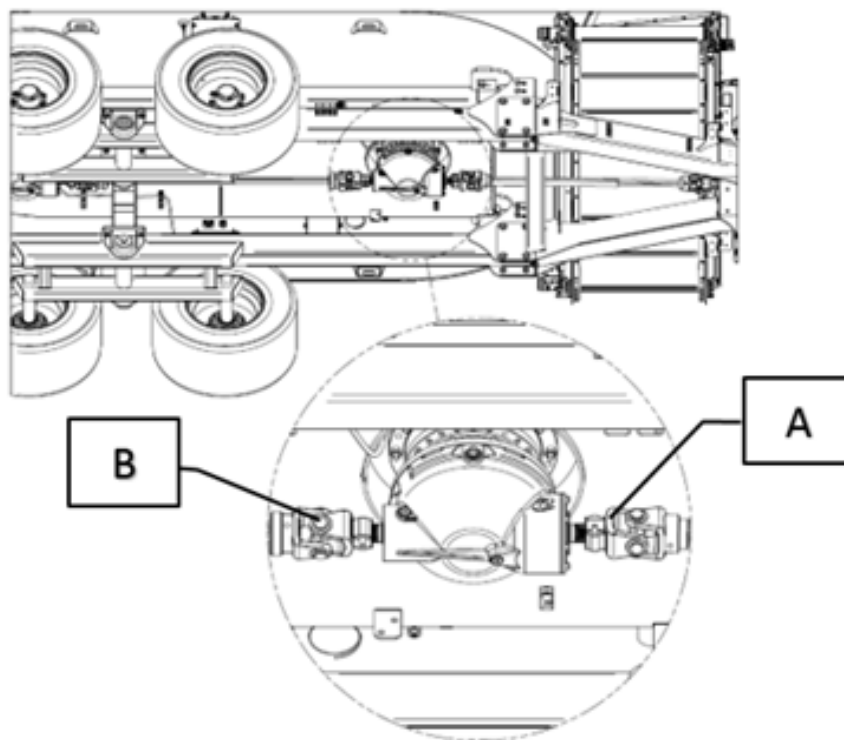

Figure 44 — Emplacement des limiteurs de couple à boulon de cisaillement sur les SMARTMIX à deux vis
Les SMARTMIX à deux vis possèdent deux sécurités par limiteur à boulon. Le premier limiteur est situé sur la transmission secondaire et permet de protéger les deux planétaires d'entraînement des vis de mélange (repère A, Figure 44). Le deuxième limiteur est situé après le premier boîtier d'entraînement de la vis arrière (repère B, Figure 44).
En cas de rupture du boulon de cisaillement de la vis avant (repère A, Figure 44) :
2. Retirez le morceau de boulon du limiteur (repère A, Figure 44).
En cas de rupture du boulon de cisaillement de la vis arrière (repère B, Figure 44) :
2. Retirez le morceau de boulon du limiteur (repère B, Figure 44).